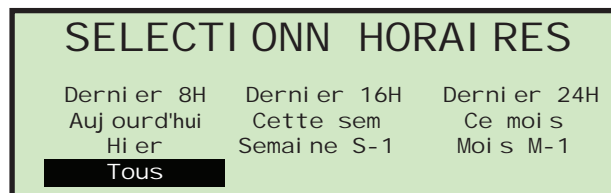

FIGURE 71 : Écran de définition de la période
- 2 Sur l'écran **AFFICHER STATISTIQUES**, utilisez les boutons flèche pour sélectionner et surligner **RÉGLER HORAIRE**, et appuyez sur **Enter**. L'écran **SÉLECTIONN HORAIRE** apparaît (voir Figure 71).